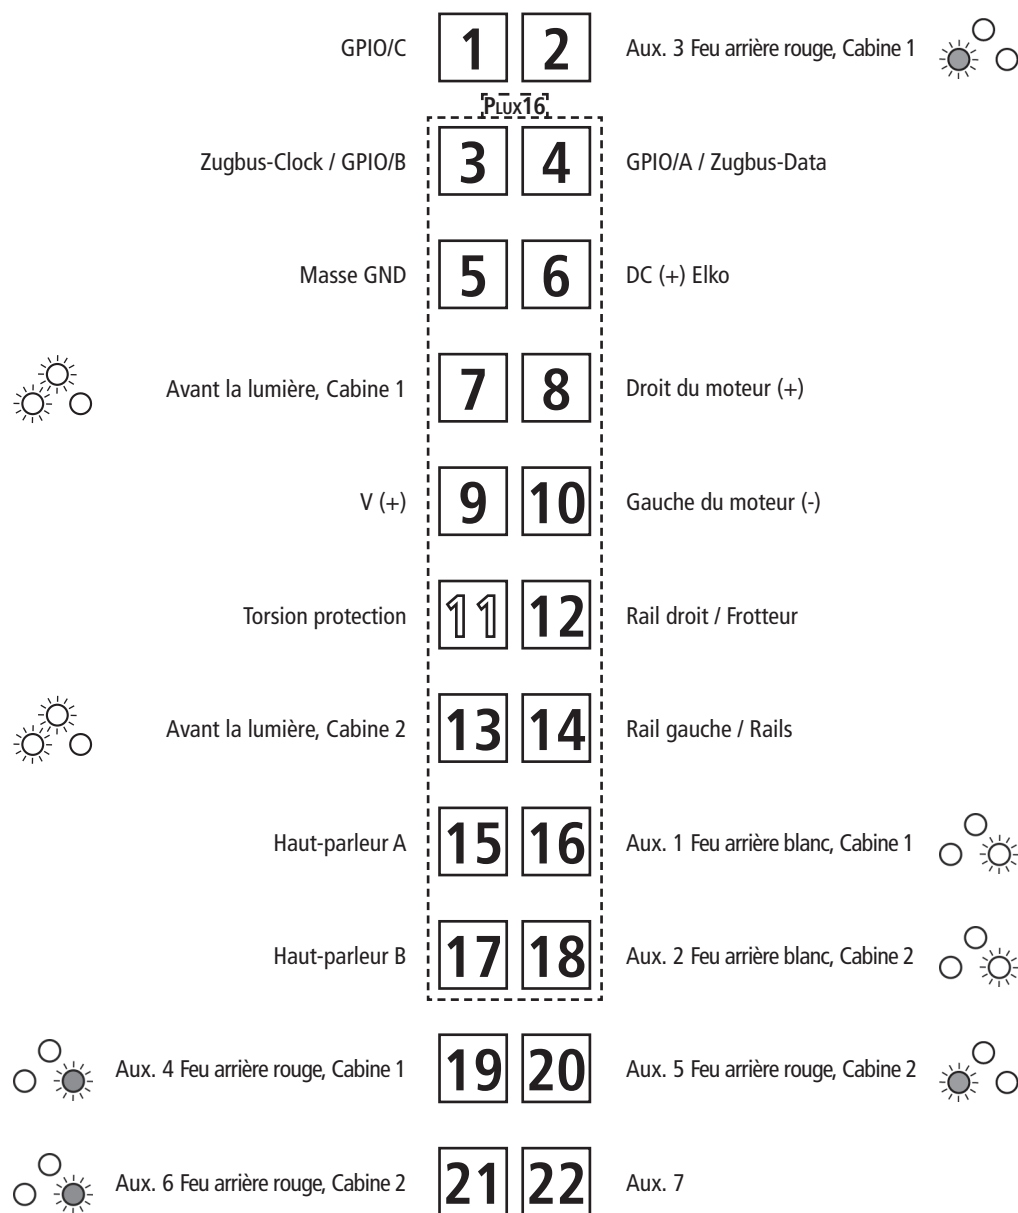
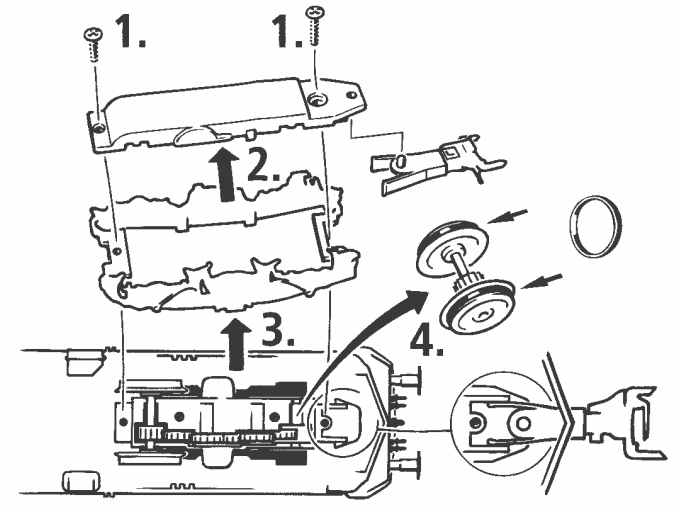
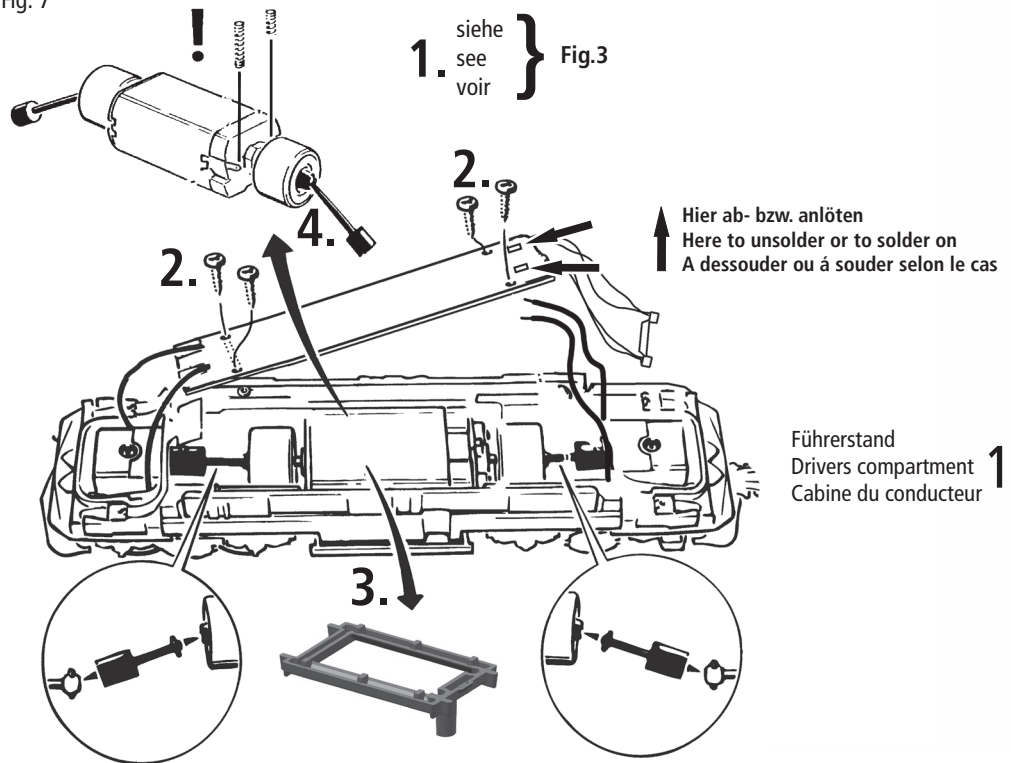
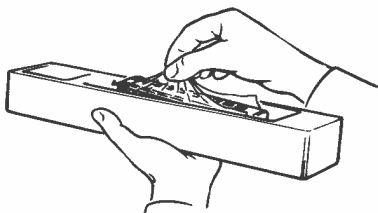

Fig. 6
Fig. 7
Fig. 9
Fig. 3
**2. Schmierung:** Versehen Sie die im Schmierplan in Fig. 6 gekennzeichneten Stellen mit nur **kleinen Öltropfen**. Dazu zuerst das Lokgehäuse abnehmen (Fig. 3). Wir empfehlen den **ROCO Öler Art.-Nr. 10906**. Fürs Schmieren der Getriebeteile (Zahnräder, Schnecke) empfehlen wir das **ROCO-Spezialfett Art.-Nr. 10905**. Im Falle der Schmierung diese Teile **nicht ölen**.
**Mehrzugbetrieb:** Zuerst Lokgehäuse abnehmen (Fig. 3). Danach den Brückenstecker aus der Schnittstelle entfernen (diesen sorgsam aufbewahren). Danach den Stecker des Decoders lagegerecht einsetzen (Fig. 5).
**Schleiferwechsel:** siehe Fig. 9
**4. Motorwechsel:** Lokgehäuse abnehmen (Fig. 3). Danach wird der Motor ausgebaut und ausgetauscht (Fig. 7).
**2. Lubrication:** Apply **tiny oil drops** to spots marked in fig. 6. Prior to lubrication dismantle locomotive (fig. 3). We recommend using item no. **10906, Roco oiler**. For lubrication the gearparts (e.g. cogwheels, worm) we should recommended our Roco **special grease** (item no. **10905**).
**A.C. pick up:** see fig. 9
**4. Motor Changing:** First remove loco body (fig. 3), and then the motor (fig. 7).
**1. Nettoyage des lames de courant aux roues:** Les lames de contacts risquent de s'encrasser rapidement sur des voies poussiéreuses. Veuillez **enlever la poussière** aux endroits marqués à la fig. 6 à l'aide d'un petit pinceau souple.
**2. Graissage:** N'appliquez **qu'une toute petite goutte** aux endroits indiqués par le plan de graissage (fig. 6) après avoir démonté la caisse de la locomotive (fig. 3). Nous vous recommandons **le graisseur à huile Roco réf. 10906**. Pour graisser les engrenages (roues dentées, vis sans fin) nous vous conseillons la **graisse spéciale Roco réf. 10905** pour engrenages en matières synthétiques. Lorsque vous utilisez cette graisse il faut éviter d'huiler ces composants.
**Remplacement courant alternatif:** voir fig. 9
**4. Remplacement du moteur:** Démontez la caisse (fig. 3). Démontez ensuite le moteur (fig. 9).
1. siehe see voir } Fig. 3